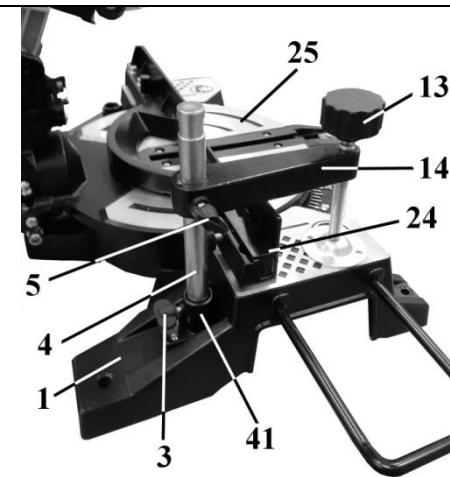

Рис. 17
**12. УСТАНОВКА И КРЕПЛЕНИЕ ОБРАБАТЫВАЕМОЙ ЗАГОТОВКИ****12.1. Вертикальный зажим (Рис. 17)**